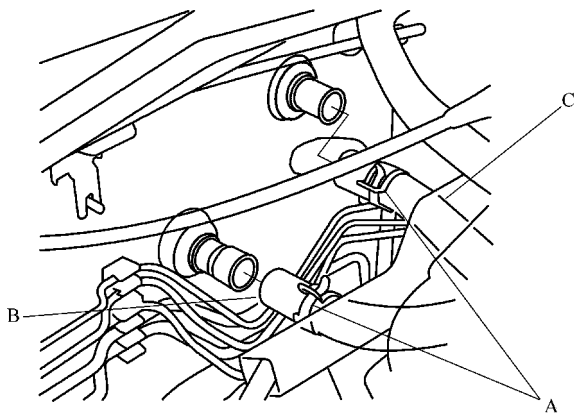

图 7-10 断开加热器冷却液进出口软管
5) 如图 7-10 所示，滑回软管卡夹 A，然后将加热器进口软管 B 和加热器出口软管 C 从加热器芯上断开。注意软管布局，软管断开时，发动机冷却液流出；将冷却液排到一个干净的集油盘中。确保不要让冷却液溅到电子零部件或油漆表面上。如果有冷却液溅到上面，应立即冲洗掉。